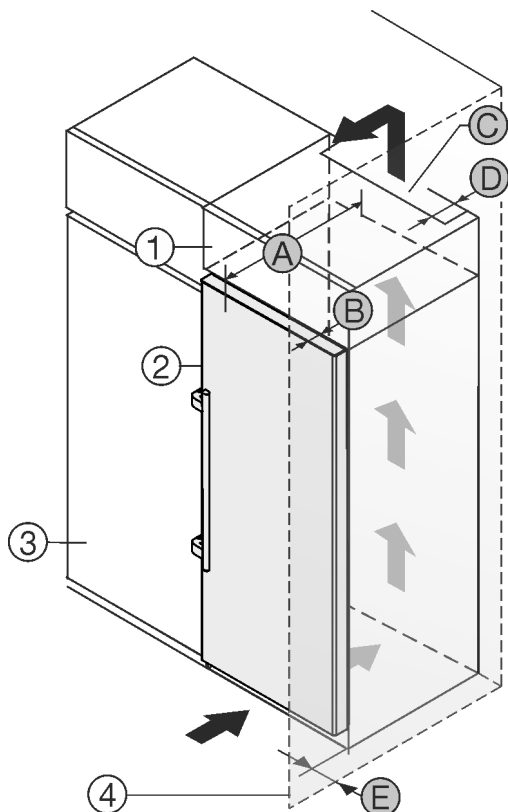

Fig. 1
您可以将冰箱直接放置在餐具柜 Fig. 1 (3) 旁边。
在附加柜背面必须有一个竖风道，其深度 Fig. 1 (D) 应超过整个附加柜宽度。
盖板下必须保有通风横截面 Fig. 1 (C)。
如果将带铰链的冰箱放置在墙壁 Fig. 1 (4) 边，冰箱和墙壁必须至少相距 57 mm。这取决于冰箱门打开时把手与墙壁的距离。
为了能完全打开门，冰箱必须凸出橱柜正面一定门深度 Fig. 1 (B)。根据餐具柜 Fig. 1 (3) 的深度，使用壁距调整垫片可以使冰箱更为凸出。